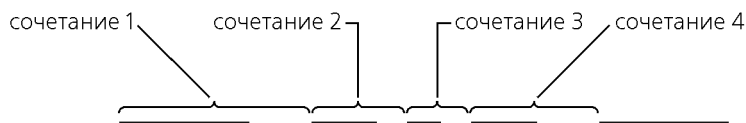

Рис. 130.5. Сочетания штрихов и промежутков в стиле линии Штриховая специальная
- Создаваемый стиль состоит из четырех сочетаний штрих-промежутков (рис. 130.5).
12. Добавьте третье и четвертое сочетания в соответствии с рис. 130.5.